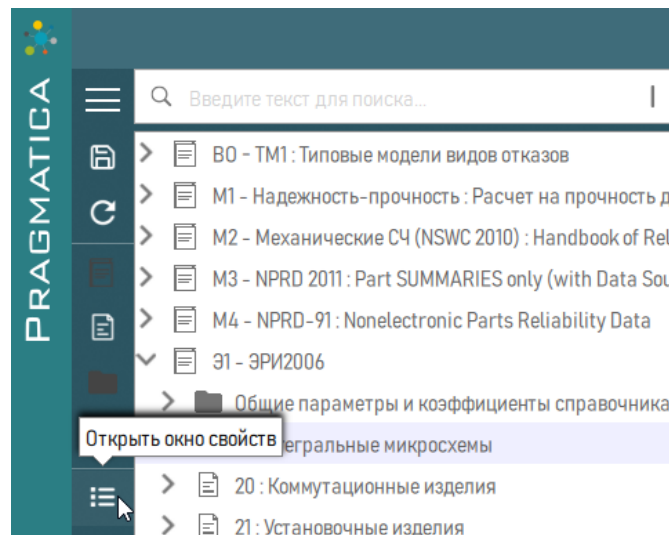

Рисунок 67 – Выбор «Открыть окно свойств»
1) Выбрать элемент справочника в рабочем окне. В секции рабочей панели нажать кнопку  «Открыть окно свойств» (рисунок 67).